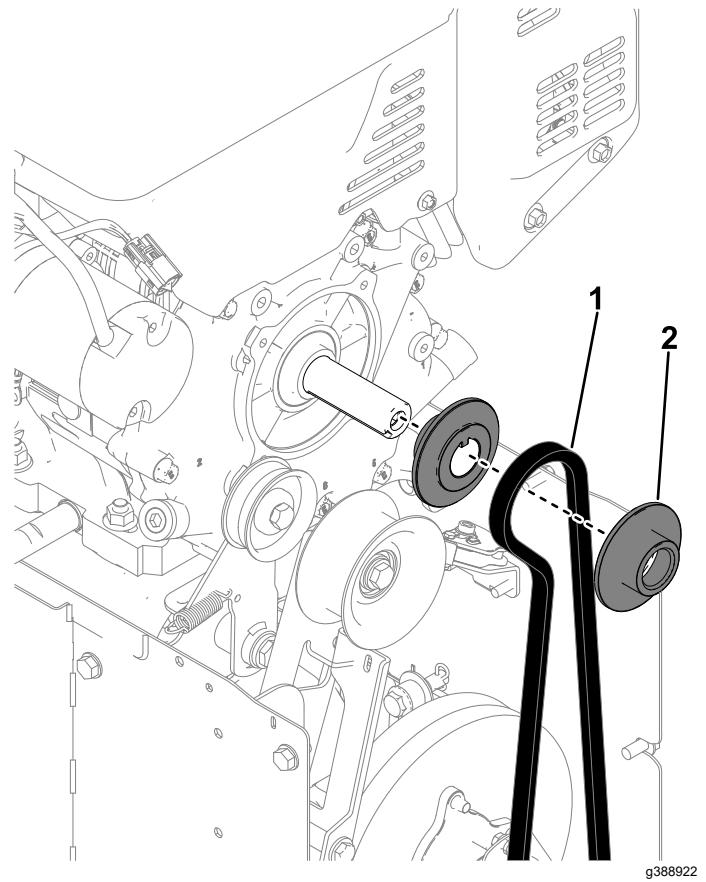

Bild 8
3. Entfernen Sie die beiden Antriebsscheiben und den Antriebsriemen von der Welle (**Bild 8**).